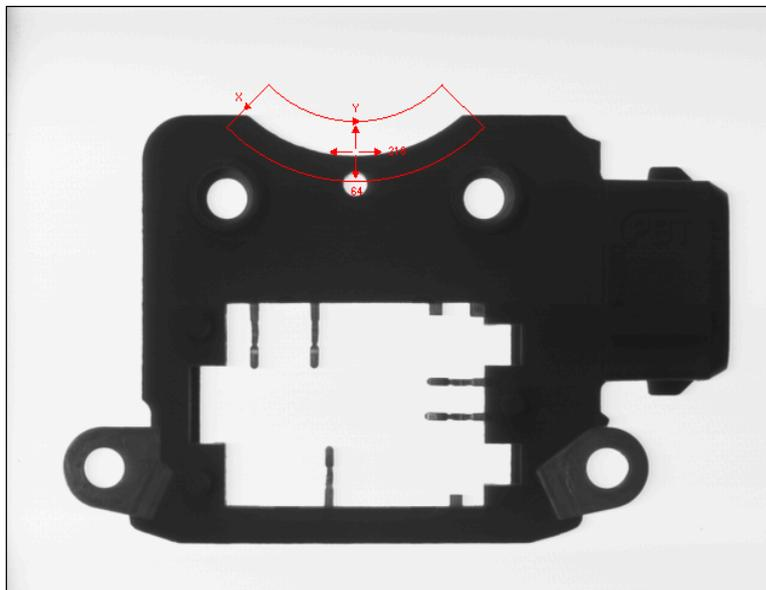

Figure 8-16. Définition d'une région FindCurve
6. Ajustez la région de manière à ce que l'axe des ordonnées et la transition courbe à localiser soient concentriques (voir Figure 8-16. Définition d'une région FindCurve), puis validez vos modifications.